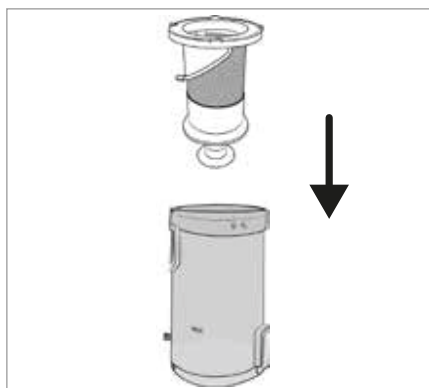

Fig. 23
- 6) Sæt filteret af rustfrit stål 6 ind i støvbeholderen 7, og tryk det helt ned (se fig. 23). Vær opmærksom på, at låsene på filteret af rustfrit stål 6 har forskellige størrelser. Filteret af rustfrit stål 6 kan kun sættes ind i én position i støvbeholderen 7 på grund af disse låse.